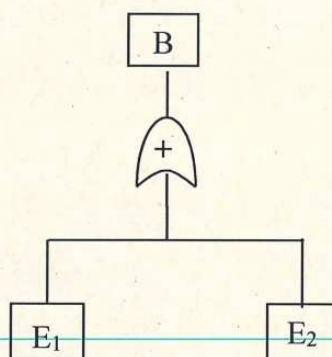

Figura 2 – Albero delle cause per l'evento B (malfunzionamento rilevazione fumi)
Per stimare la probabilità P(B) si consideri l'albero delle cause rappresentato in figura 2: